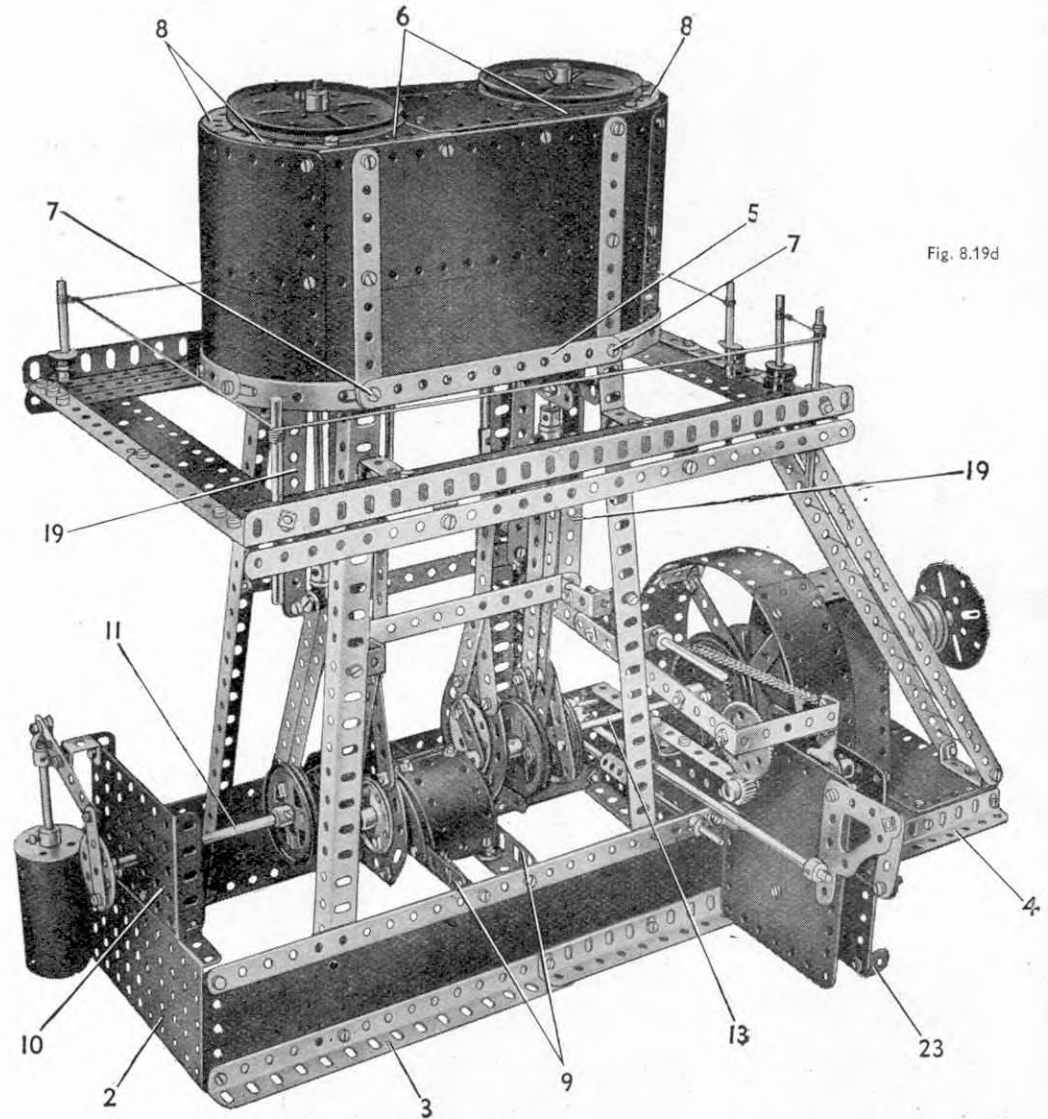

Fig. 8.19d
Le bloc-cylindre est supporté par quatre montants verticaux constitués chacun par une cornière de 25 trous boulonnée par son extrémité inférieure aux cornières 3. Les montants sont réunis de chaque côté par une bande de 11 trous 5, et chaque côté du bloc-cylindre est formé par deux plaques flexibles de 14x6. Ces plaques sont renforcées à chaque bout par une bande de 9 trous. Les côtés du bloc-cylindre sont réunis à leur sommet par deux plaques à rebords de 9x6 (6) (Fig. 8.19d), et à leur base par deux plaques identiques tenues par les boulons 7. Les extrémités incurvées du bloc-cylindre sont formées chacune par deux plaques flexibles de 14x6 et deux plaques cintrées de 43 mm. de rayon.